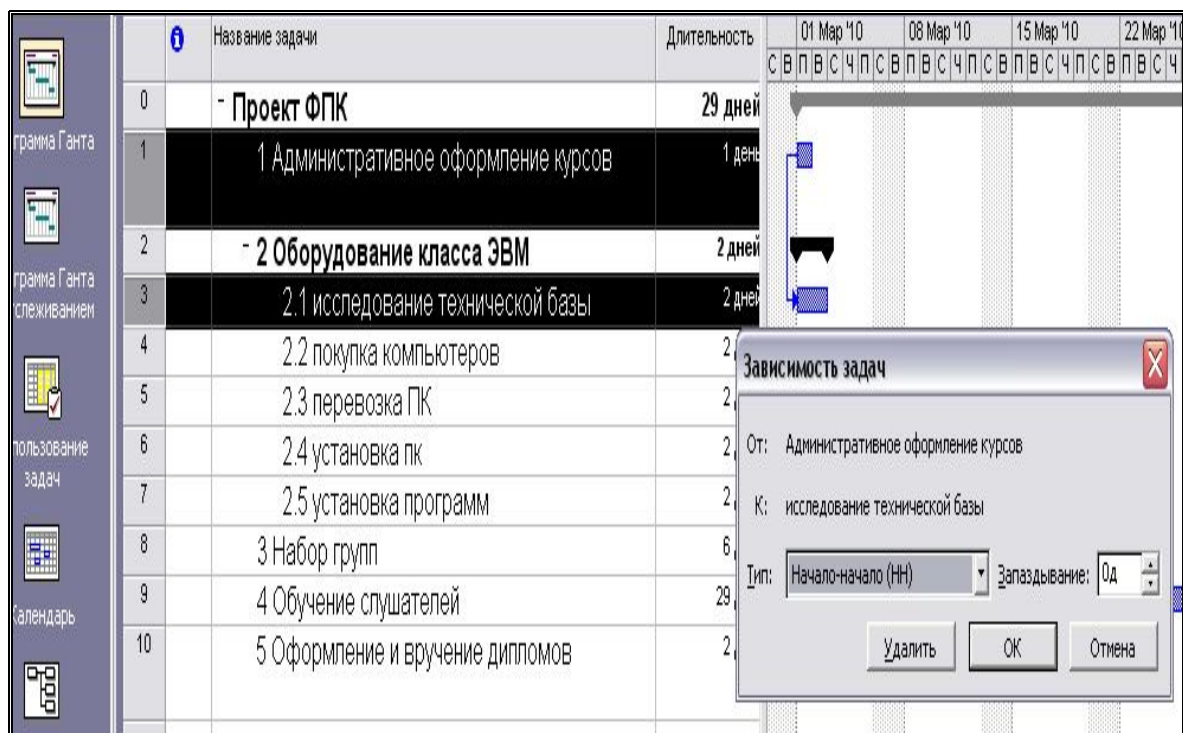

Рис. 13. Изменения типа связи.
6. Для изменения типа связи надо дважды щелкнуть на связи (стрелка, соединяющая задачи на диаграмме Ганта) и провести изменения в появившемся диалоговом окне «Зависимость задач» (рис. 13).
Для отображения более сложных зависимостей между задачами в программе предусмотрено задание «времени запаздывания» или «опережения» Эти параметры можно также задать в диалоговых окнах «Зависимость задач» (рис. 13) или «Сведения о задаче». Время запаздывания указывается в единицах времен: «2д» или в «%». В последнем случае вычисляется процентная доля длительности задачи - предшественника. Если вместо времени запаздывания указать время опережения для второй задачи, то время опережения задается со знаком «минус»: (-2д) или (-40%).